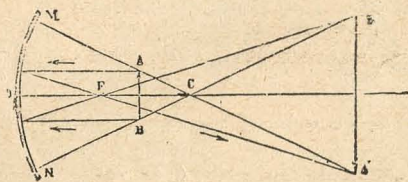

Fig. 122.—Imagen real formada por un espejo cóncavo
2.º *Que los objetos colocados entre el centro de curvatura y el foco principal dan una imagen real, invertida, mayor que el objeto, y colocada más allá del centro (fig. 122).*